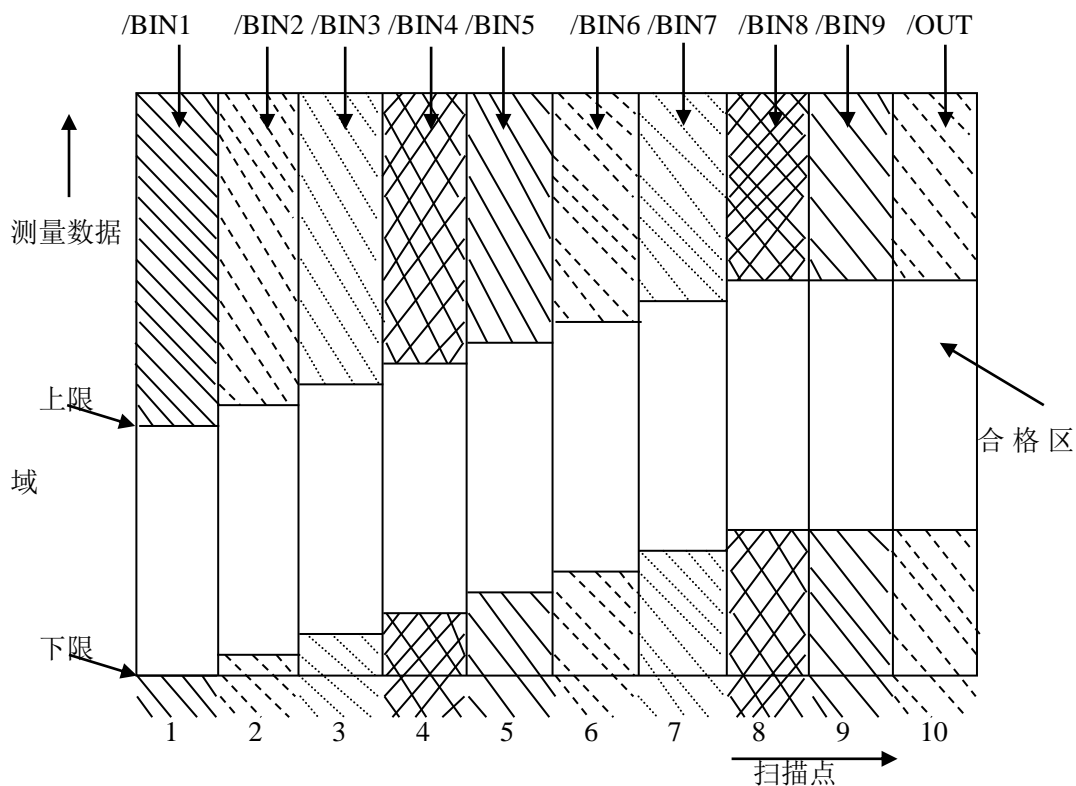

图 9-5 列表扫描比较功能信号区域示例
- /BIN1 - /BIN9 和/OUT 信号指示为各扫描点的 IN/OUT（合格或超差）判别。参见图 9-5。/AUX 信号指示为 PASS/FAIL 判别，（在一次扫描期间列表中有一个或多个不合格）。